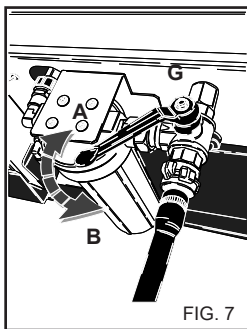

FIG. 7
- 3) Gire la palanca de la llave "G" hacia la pos. "A" fig. 7. En caso de alimentación desde un depósito externo, coloque la llave en la pos. "B".